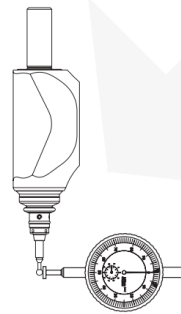

Fig. 4
- Ponga el indicador a cero (Fig. 4)